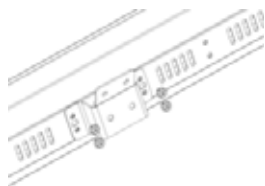

Рис. 4
3. Закрепите соответствующий кронштейн на корпусе прибора, как показано на рис. 4.